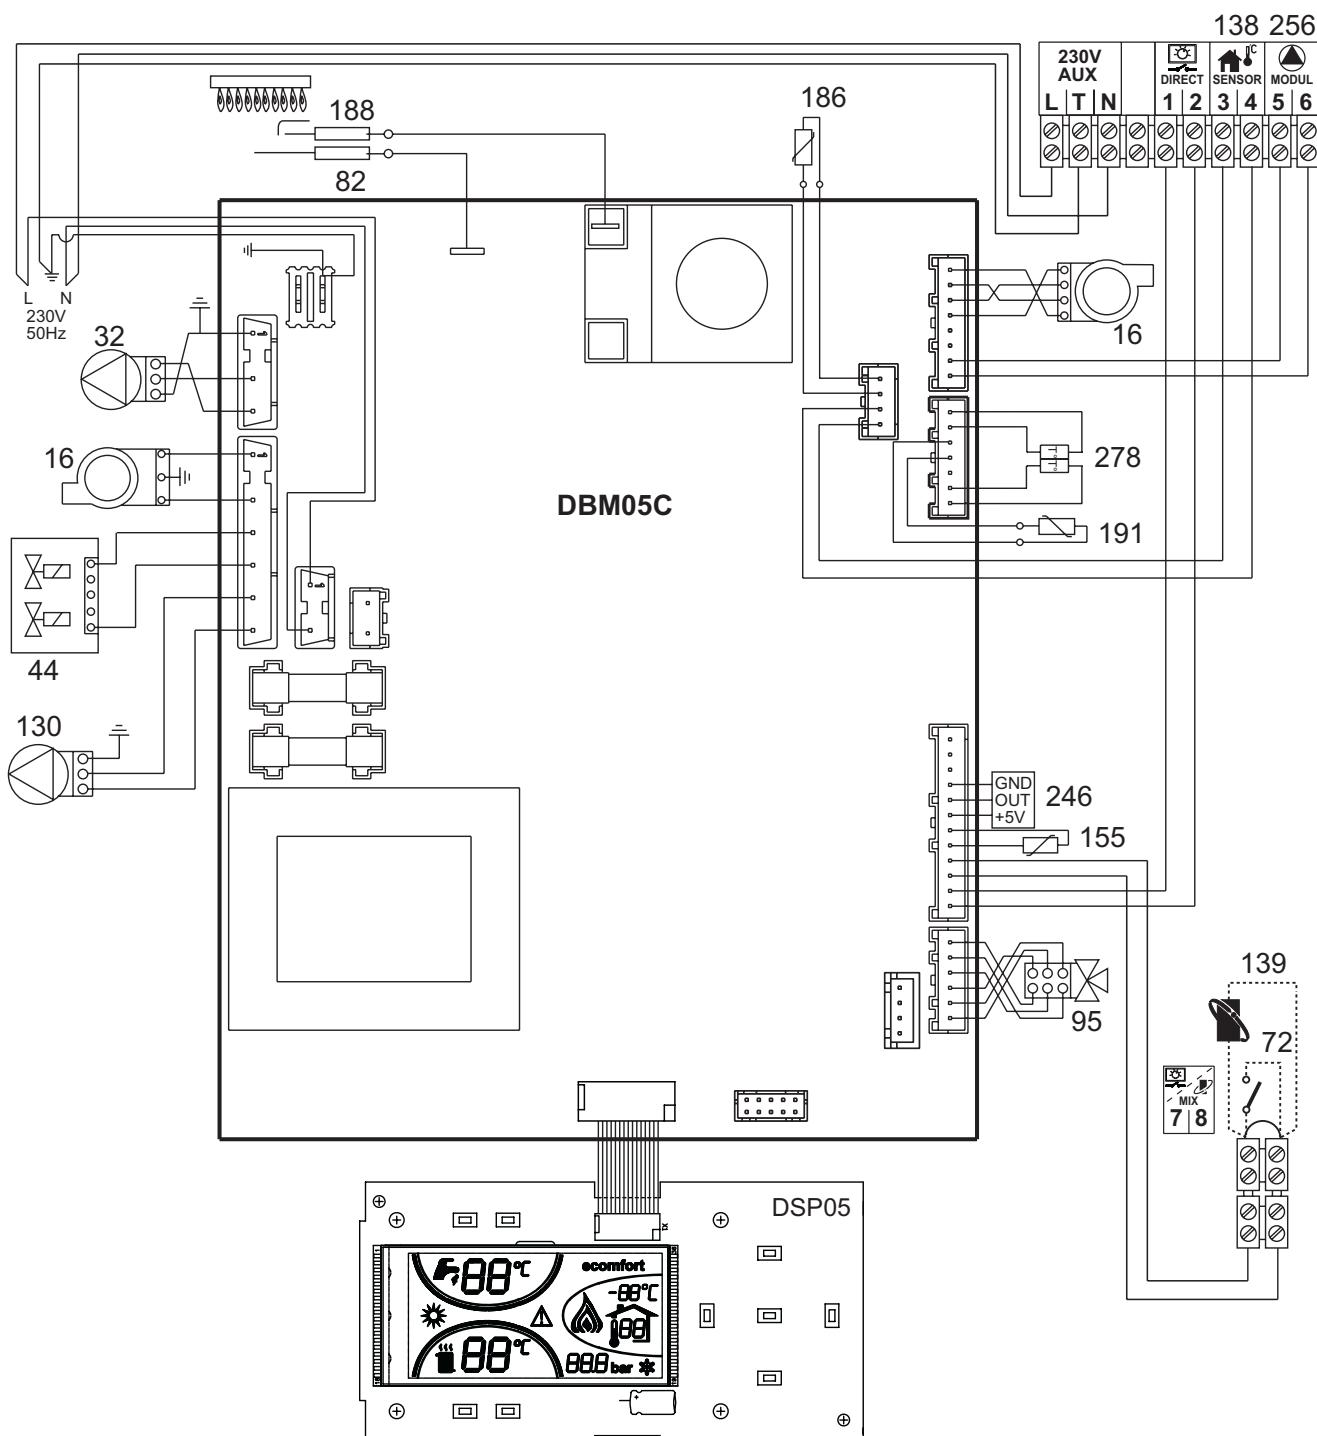
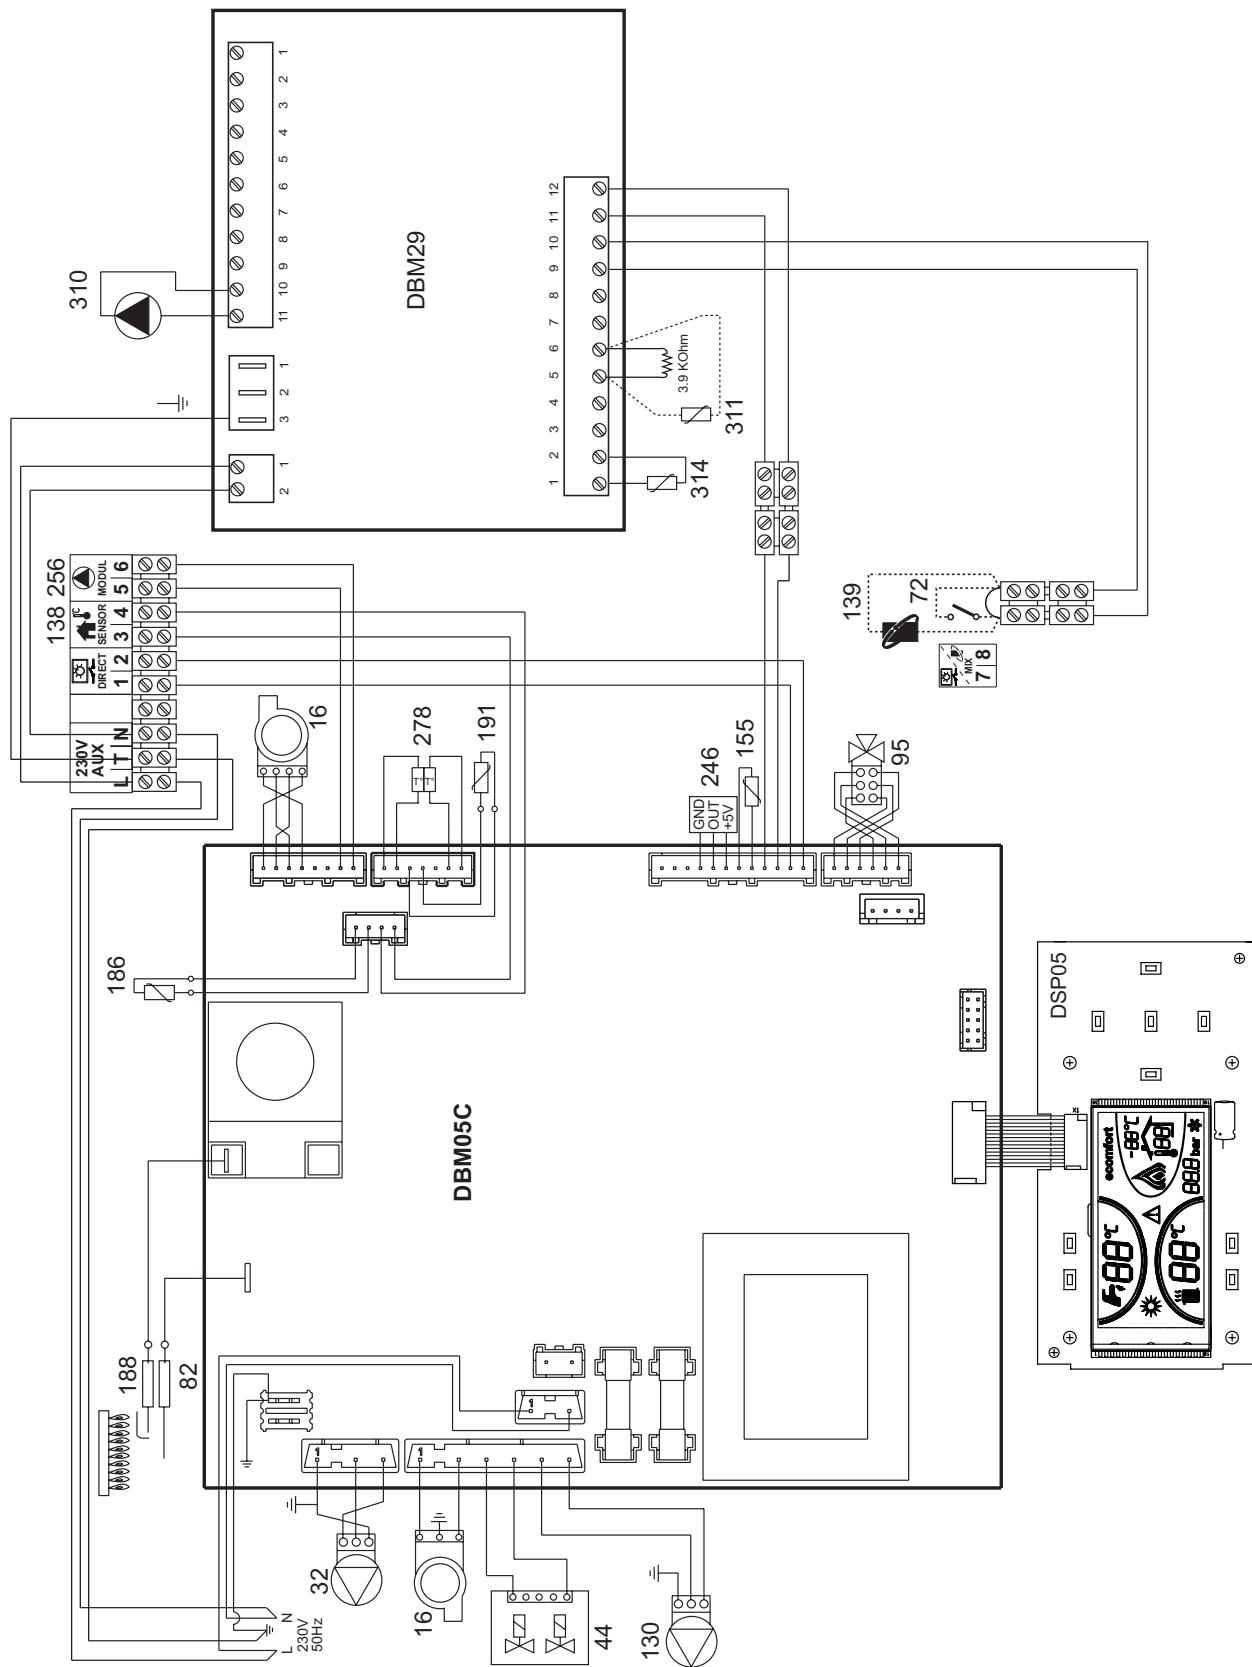
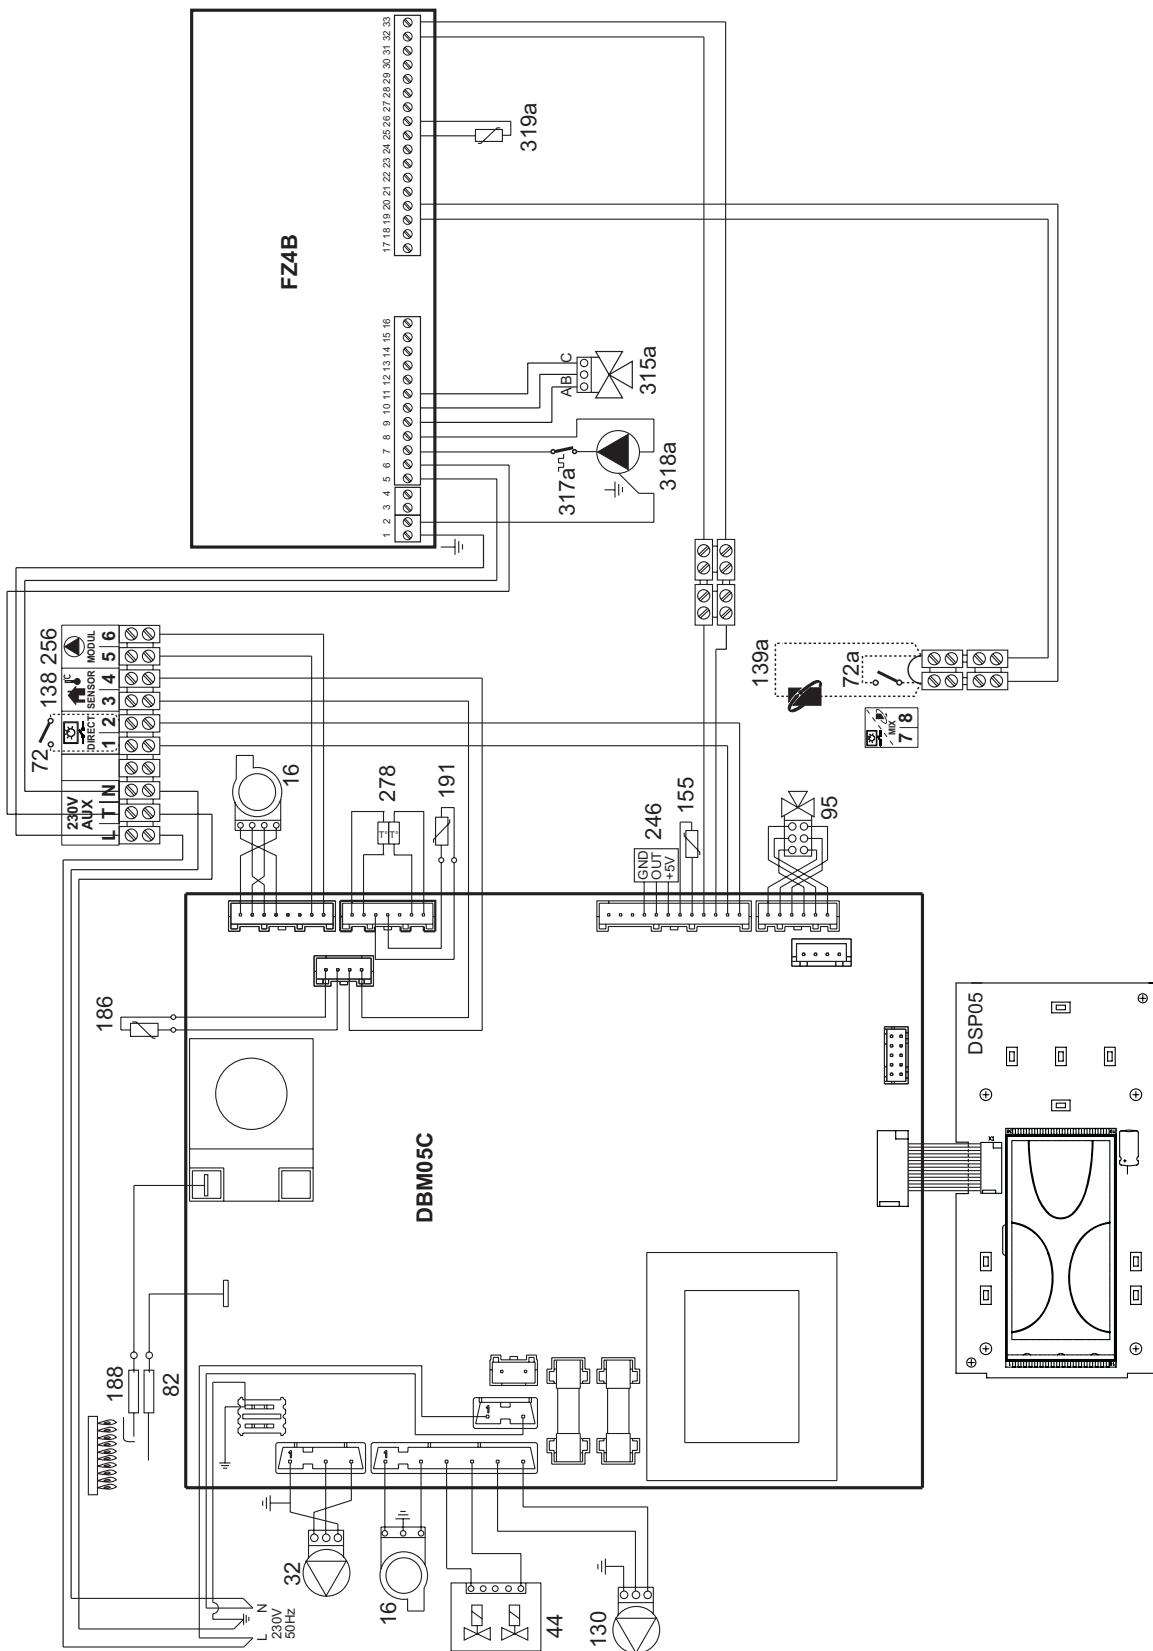
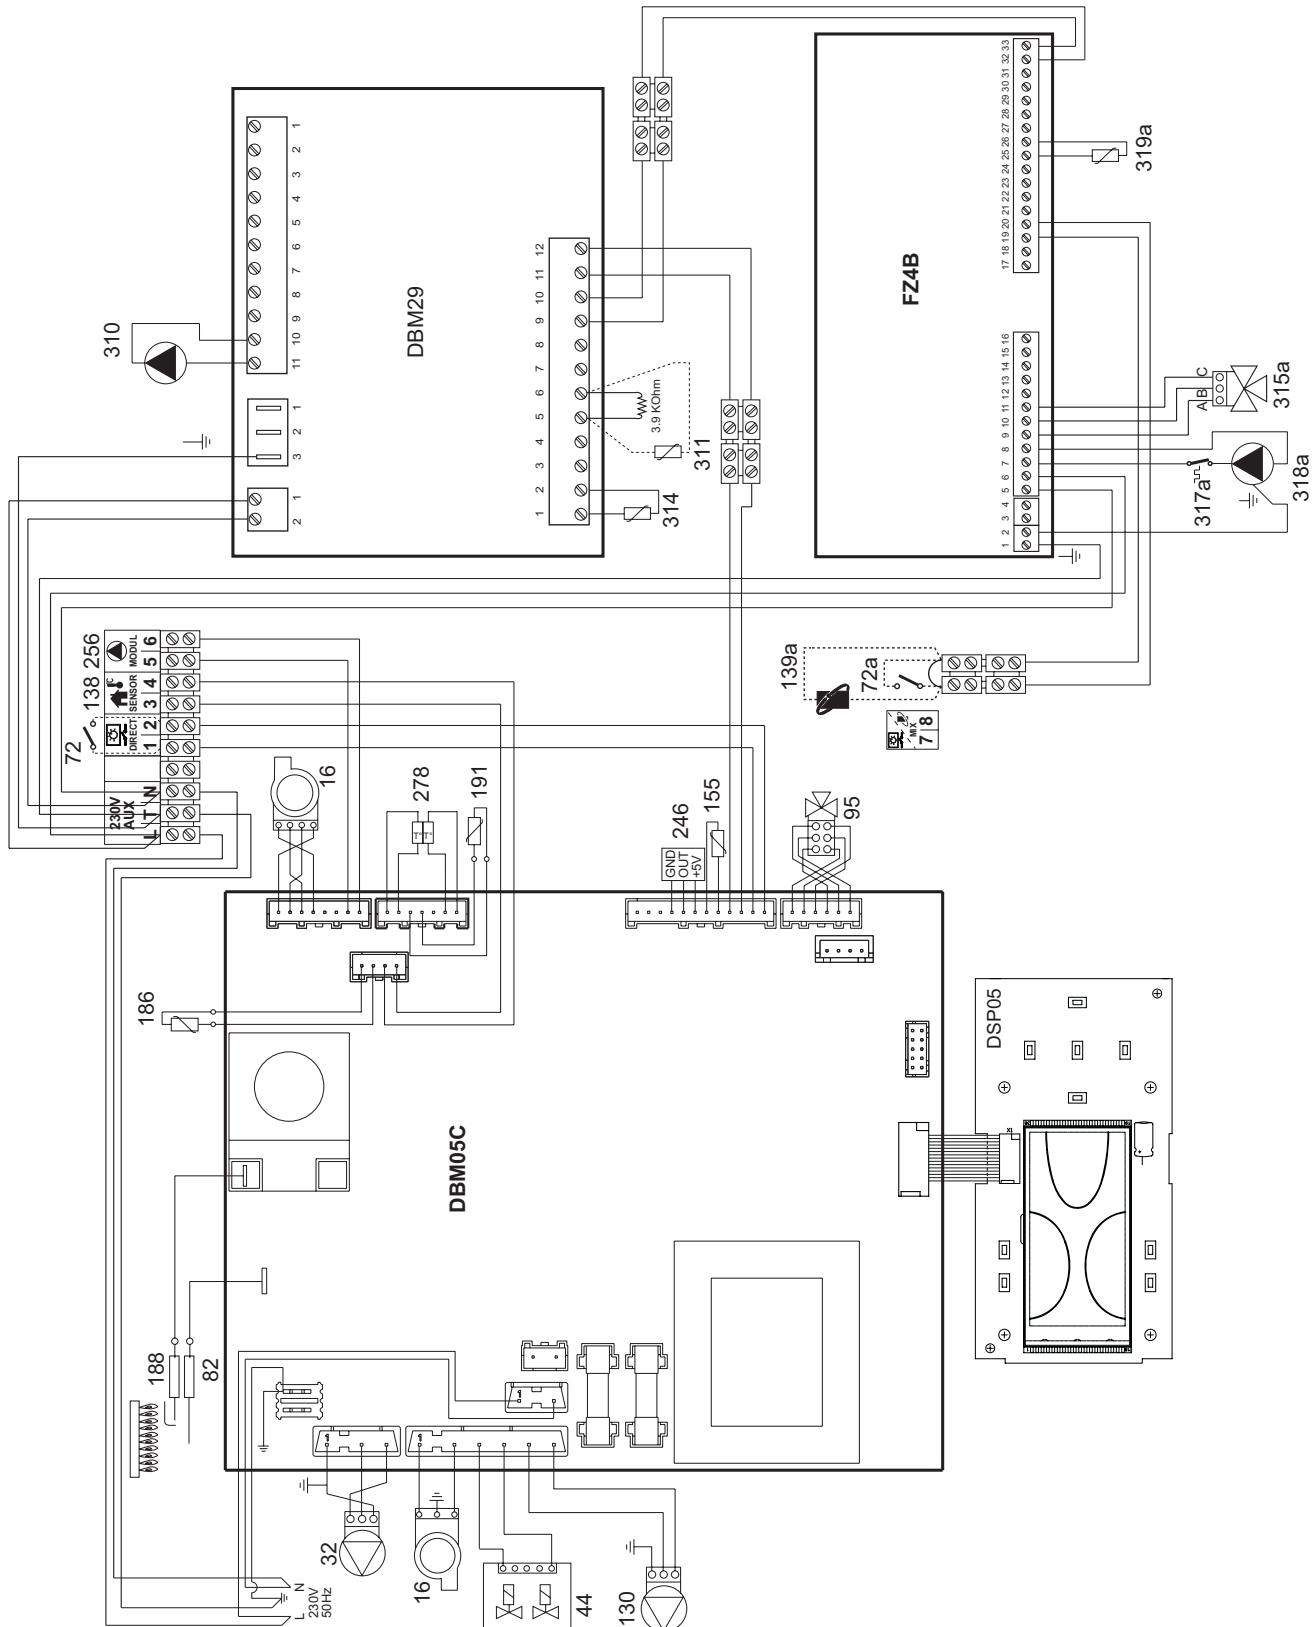

fig. 46 - Schema elettrico di serie
fig. 47 - Schema elettrico con solare
fig. 48 - Schema elettrico con zona bassa temperatura
fig. 49 - Schema elettrico con solare e zona bassa temperatura
**Legenda fig. 46 - fig. 47 - fig. 48 - fig. 49**